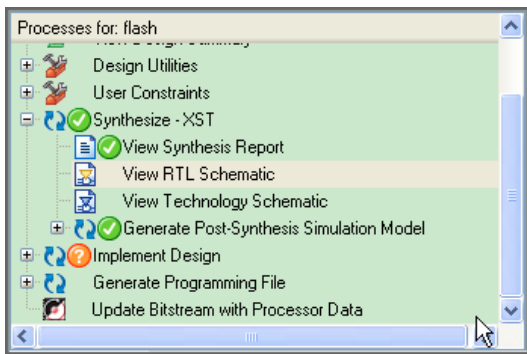

图 2.24 查看综合结果
(8) 双击“Process”窗口中的“Synthesize-XST”，开始执行综合操作。完成后，会在“Transcript”窗口中显示报告信息，设计者可以根据这些信息对设计进行分析。
(9) 如图 2.24 所示，在完成综合以后，展开“Synthesize-XST”之前的“+”号，可以对综合结果进行分析。